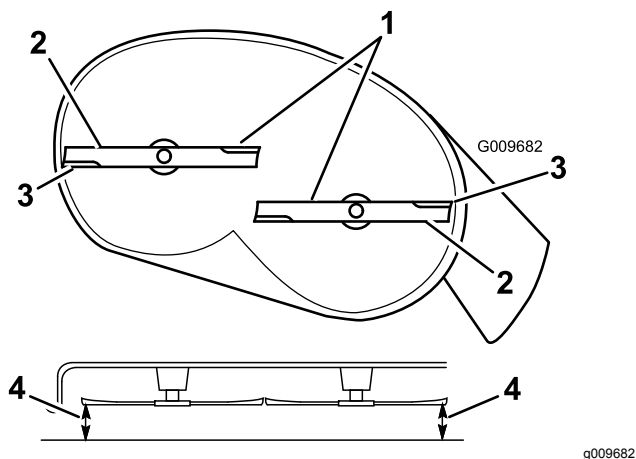
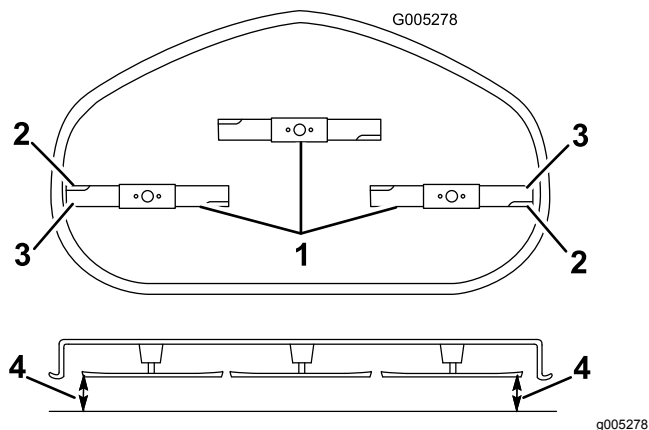

Figure 66
Figure 67
4. Faites pivoter les lames avec précaution pour qu'elles soient toutes parallèles (Figure 66 et Figure 67).
5. Mesurez la distance entre les tranchants extérieurs et la surface plane (Figure 66 et Figure 67).